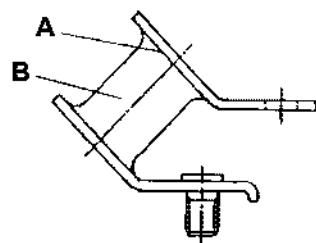

Рис. 18
- Проверьте, не оторвалась ли резиновая часть (Рис. 18, (A)). Если есть неисправности, замените.
- Проверьте резиновую часть (Рис. 18, (B)) на трещины. Если имеются, то замените.